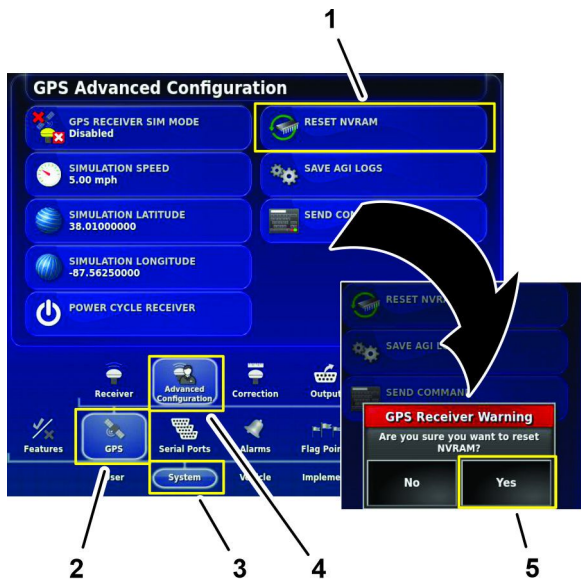

图 250
1. 在设置屏幕上按系统图标、GPS 图标以及高级配置图标图 250。
2. 在 GPS 高级配置屏幕按重置非挥发性存储器图标图 250。
3. 在 GPS 接收警告对话框中按 是图标图 250。